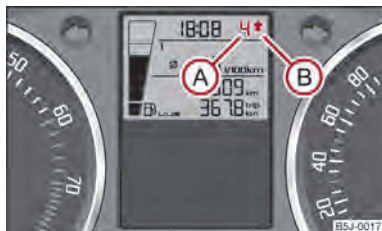

Fig. 4 Recomandare pentru schimbarea treptei de viteză
Pe afișajul din panoul de bord se prezintă o informație despre treapta de viteză selectată (A) ⇒ fig. 4.